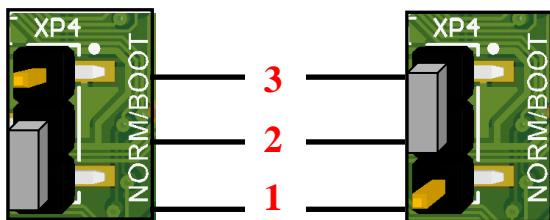

Рисунок 45. Разъем **XP4**: а) джампер в положении **NORM** (замкнуты контакты **1** и **2**); б) джампер разъема в положении **BOOT** (замкнуты контакты **2** и **3**)
3. В течение 30 секунд установить джампер разъема **XP4** в положение **BOOT** (рисунок 45). В противном случае ККТ выключится.
2. В случае если память ККТ очищена полностью (выполнено только первичное программирование загрузчика согласно описанию раздела «Программирование загрузчика ККТ»), то при включении ККТ сразу перейдет в режим программирования (на дисплее отобразится **boot** и изделие издаст звуковой сигнал – короткую мелодию). Далее переставить джампер разъема **XP4** в положение **BOOT** (рисунок 45) и перейти к пункту 3.
- 2.2. В течение **30 секунд установить джампер разъема XP4 в положение BOOT** (рисунок 45), в противном случае ККТ выключится.